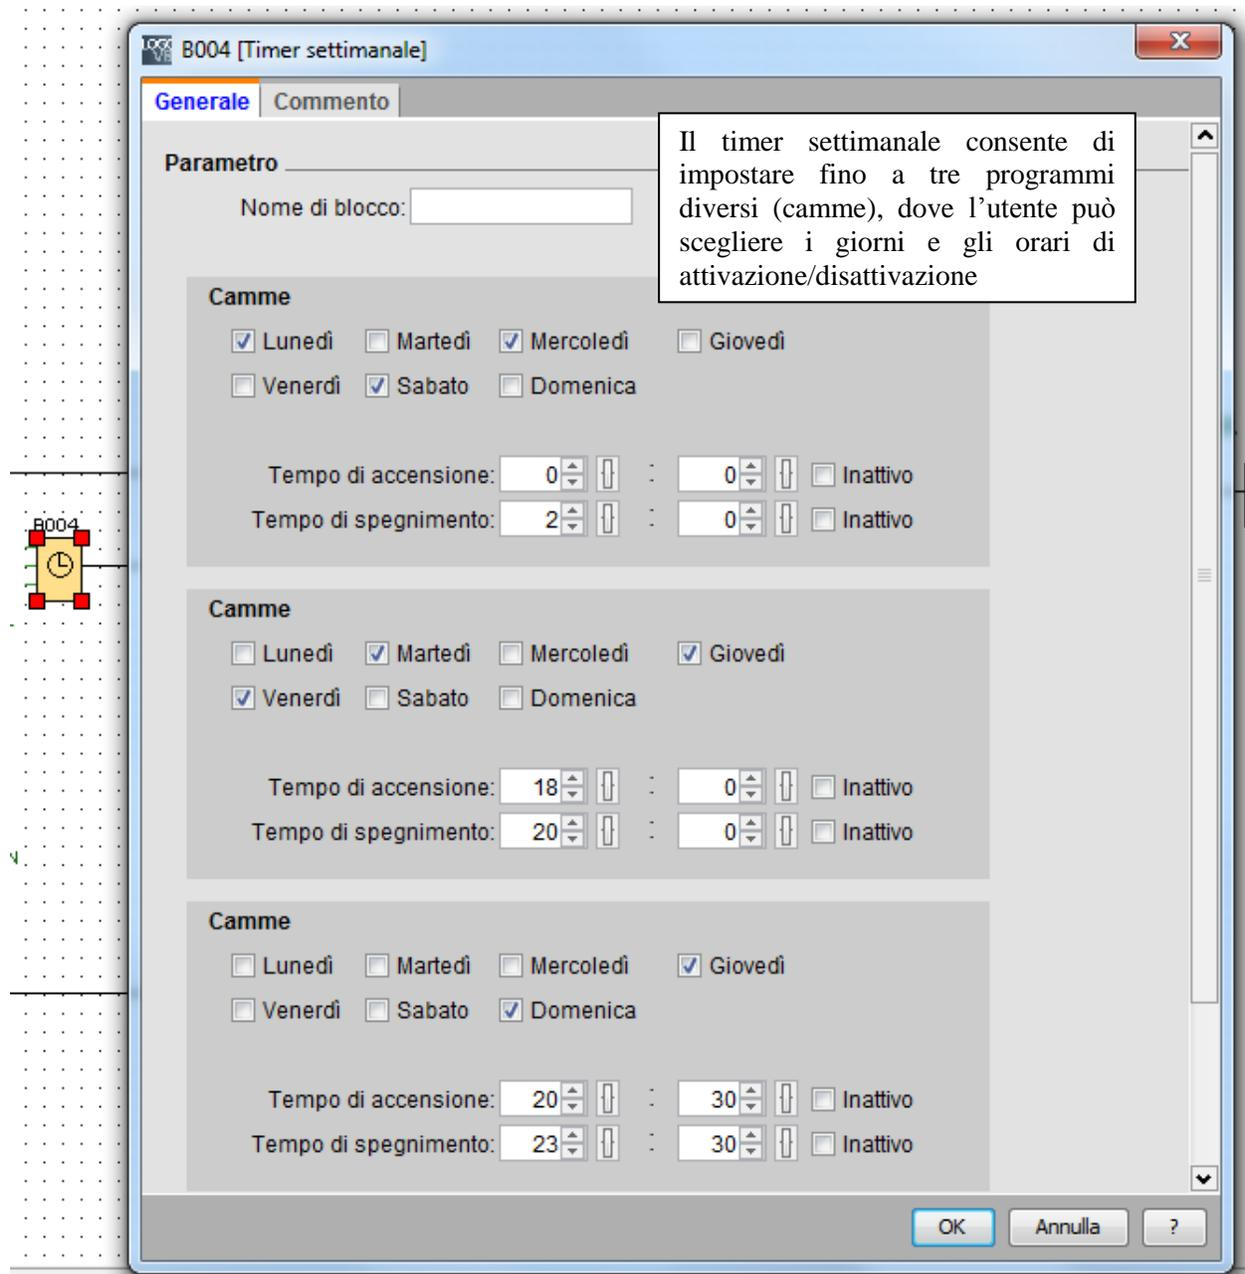

Figura 13
- una programmazione settimanale degli orari di attivazione/disattivazione dell'impianto attraverso l'inserimento della funzione *Timer settimanale* (Figura 13);